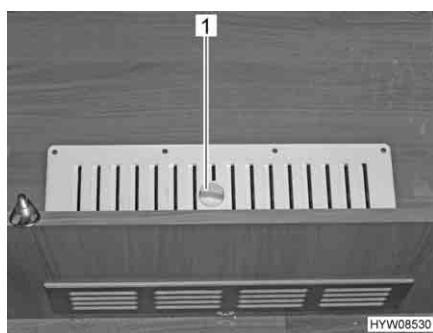

Fig. 33 Alimentazione aria fresca
- Ruotare la maniglia girevole (Fig. 33,1) sulla griglia a lamelle dell'armadio guardaroba finché le lamelle non sono completamente aperte. L'aria fresca fluisce nell'abitacolo e nell'armadio guardaroba attraverso la griglia a lamelle.
- Ruotare la maniglia girevole (Fig. 33,1) sulla griglia a lamelle dell'armadio guardaroba finché le lamelle non sono completamente chiuse. Tutta l'aria fresca fluisce nell'abitacolo attraverso la griglia a lamelle.